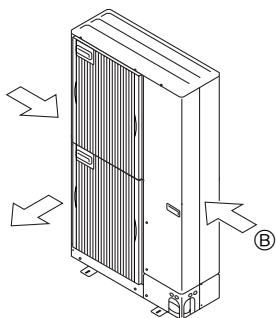

Fig. 2-16
② Se possibile, posizionare l'unità in modo che la bocca di uscita soffi perpendicolarmente alla direzione del vento stagionale. (Fig. 2-16)